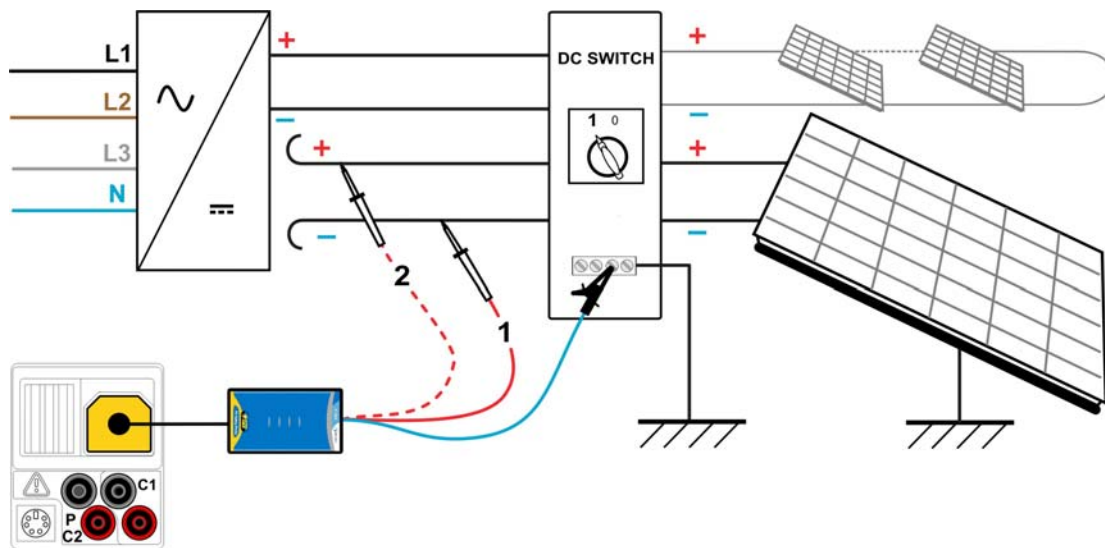

Abbildung 6.2: Anschlüsse zur Messung des Isolierwiderstands an PV-Systemen
- ☐ **Schließen Sie** den PV-Sicherheitssensor an das Messgerät an (siehe Abbildung 6.2)
- ☐ **Schließen Sie** die Zubehörteile an das PV-System an (siehe Abbildung 6.2).
- ☐ **Schließen Sie** die DC+-Leitung wieder an (siehe Abbildung 6.2).